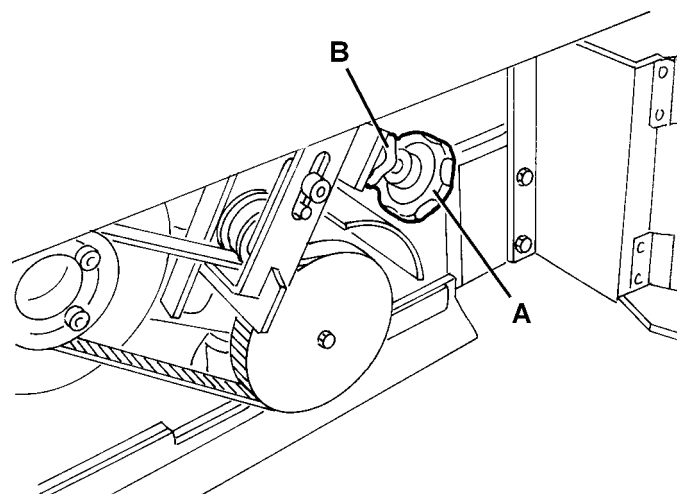

Figure 4
3. Enlever la vis et dégager le dispositif de retenue (6).
4. Ouvrir le portillon gauche (5).
5. Desserrer le contre-écrou (B, Fig. 4).
6. Tourner le pommeau (A), en considérant que :
7. Serrer le contre-écrou (B, Fig. 4).
10. Fermer le portillon gauche (5) et engager le dispositif de retenue (6), puis serrer la vis.